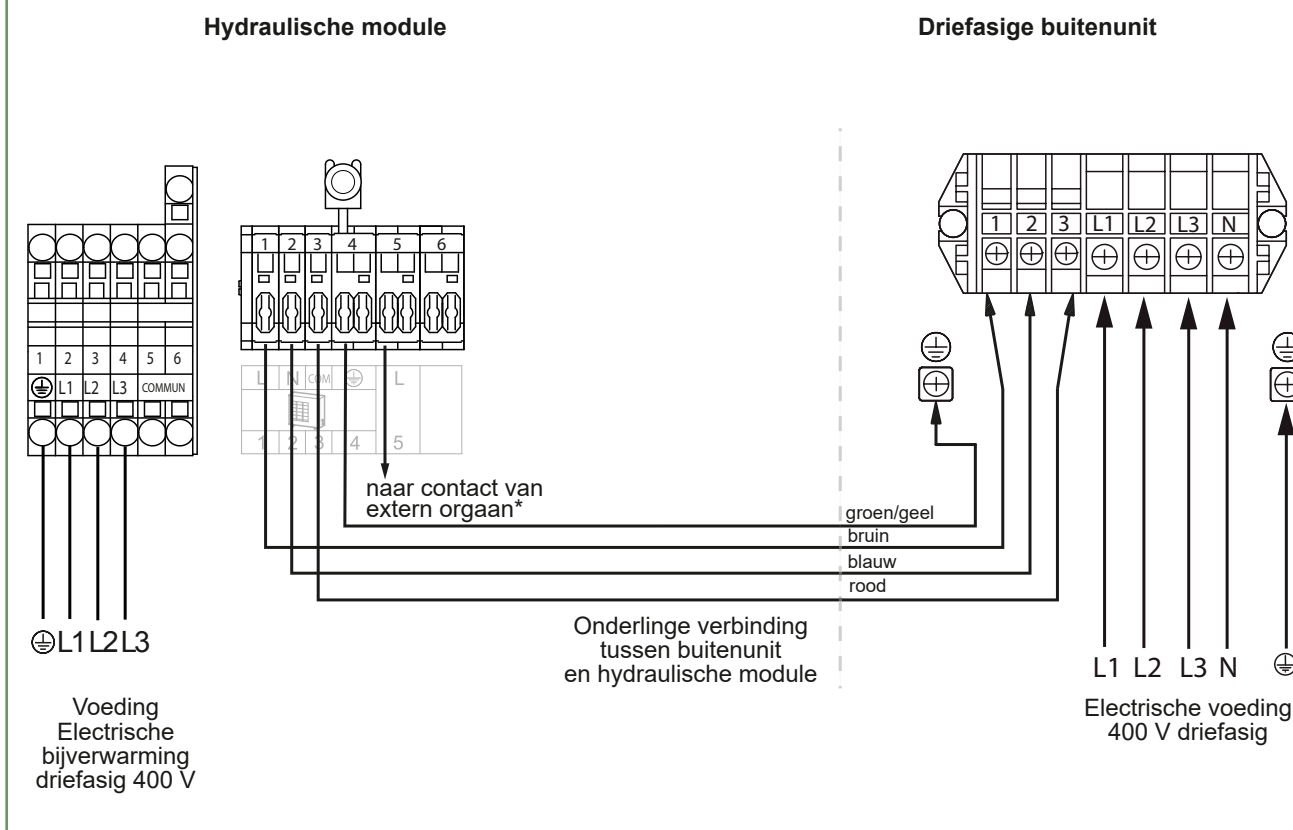

fig. 41 - Aansluiting op de klemmenstroken en vermogenrelais
- De aansluitingen uitvoeren volgens het schema fig. 41, bladzijde 39.
- De aansluitingen uitvoeren volgens het schema (fig. 41).